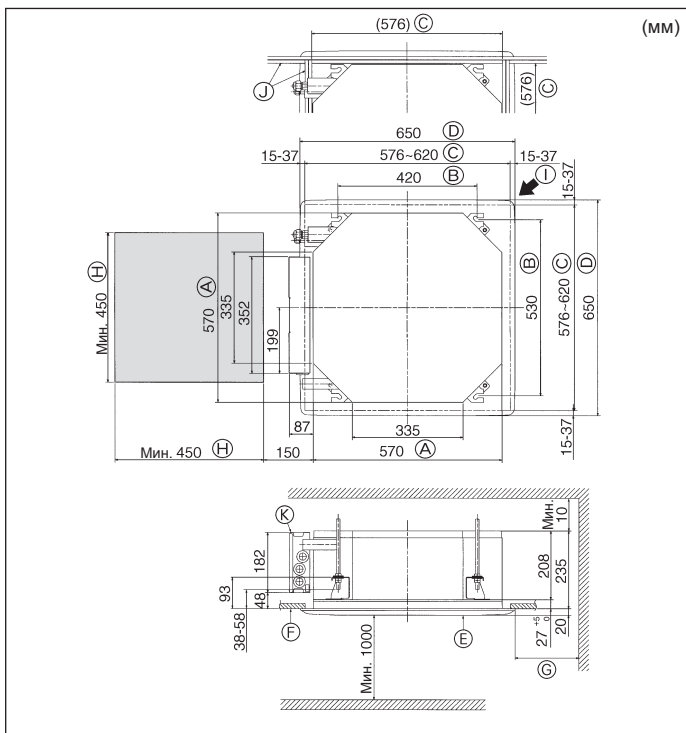

Fig. 2-2
2.2. Расположение отверстия в потолке и навесных болтов (Fig. 2-2)